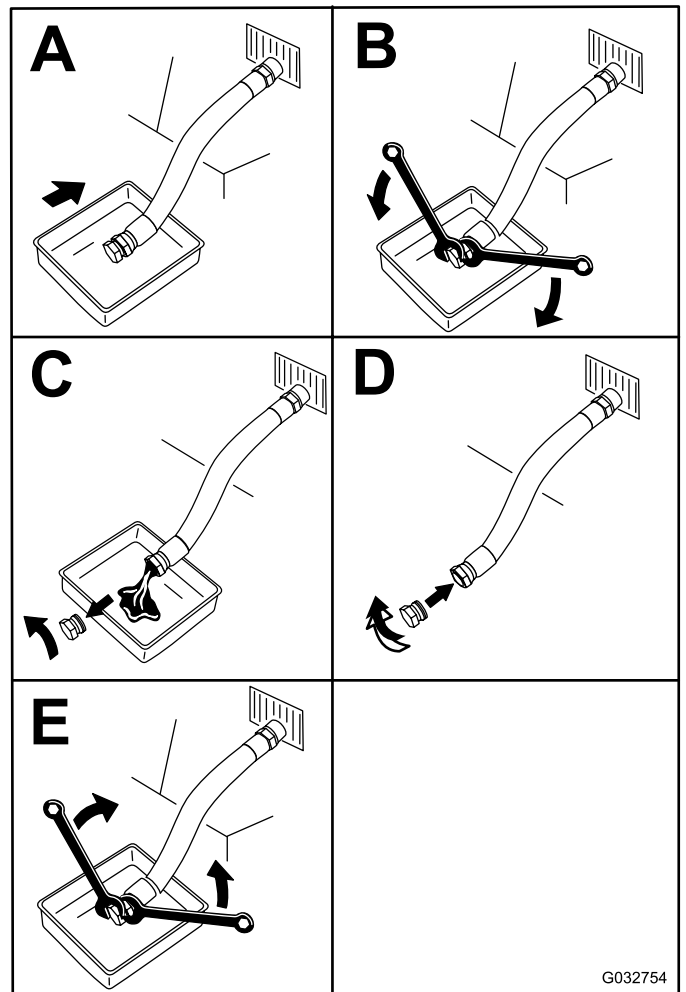

Figura 31
5. Cambie el aceite (Figura 31).